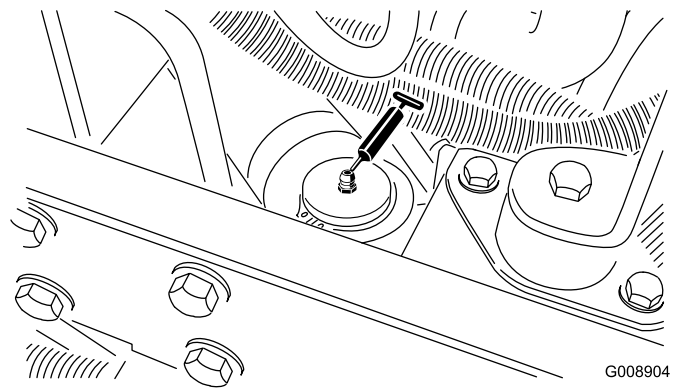

Рисунок 57
- Цилиндр рулевого механизма (Рисунок 57).